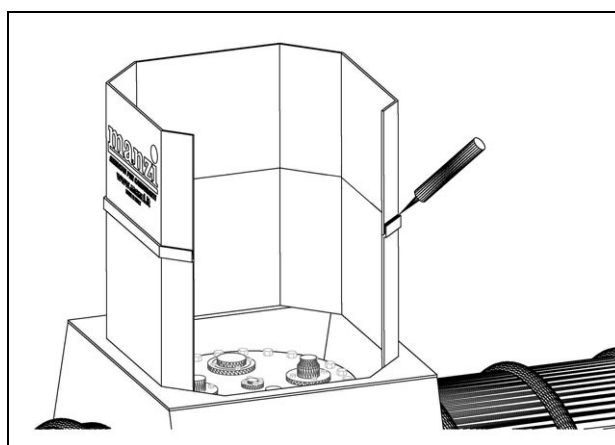
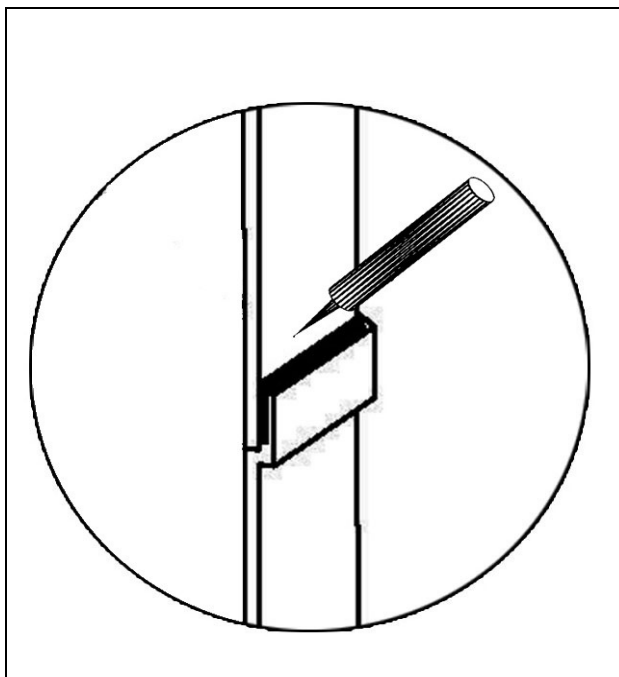

Figura 20 Incollaggio delle prolunghe
Figura 21 Riempimento spazio con adesivo
- Come da Figura 20 e Figura 21 riempire con l'adesivo lo spazio tra pozzetto e prolunga.
- Smerigliare leggermente le superfici delle flange (figura 20).